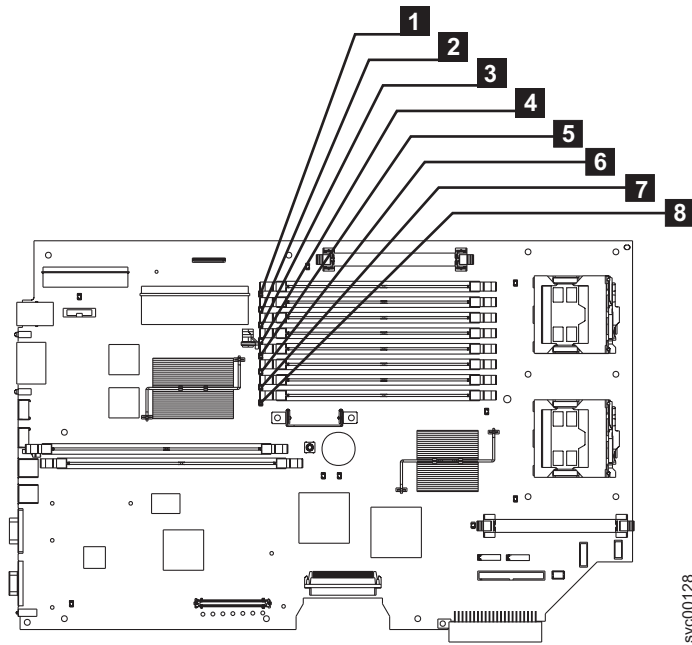

図 94. SAN ボリューム・コントローラー 2145-8F2 または SAN ボリューム・コントローラー 2145-8F4 メモリー・モジュールのを見つけ方
- SAN ボリューム・コントローラー 2145-8F4 または SAN ボリューム・コントローラー 2145-8F2: これらのモジュールには、123 ページの図 94 に示すように、**1** から **8** の番号が付けられています。